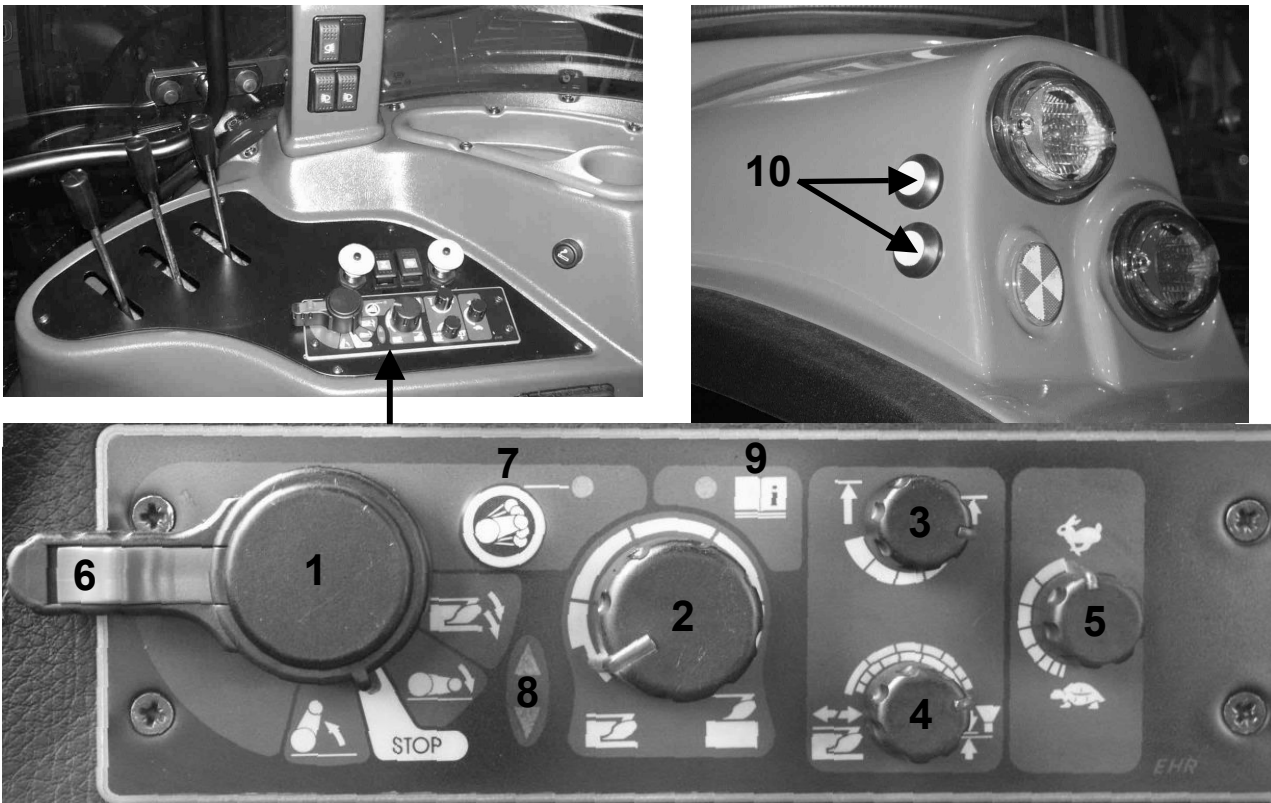

Abb.E-19 Die Bedienungstafel des elektrohydraulischen Systems EHR.
Steuerung des elektrohydraulischen Systems der hinteren Anhängervorrichtung erfolgt aus der Bedienungstafel (**Abb.E-19**) links beim Bedienerstisch als auch mit zusätzlichen Druckknöpfen für Hochheben und Absenken der unteren Zugstangen an beiden hinteren Kotfügeln des Schleppers (**Abb.E-19, Pos. 10**) (sie werden während Ankopplung der Ackermaschinen verwendet).
- Mit dem Knopf **4** (**Abb.E-19**) die Regulierungsmethode wählen (Lage, Kraft, gemischt), abhängig von der Arbeitsart;
Es ist verboten mit dem Schlepper zu arbeiten, wenn die hydraulische Pumpe beschädigt ist, d.h. wenn die Lampe 8 (Abb.E-19) löscht nicht nach dem Hochheben des Werkzeuges.
- den Hebel **1** (**Abb.E-19**) in die Position „Hochheben“ versetzen (in diesem Moment das Werkzeug geht in die oberste Lage) und mit dem Knopf **6** das Werkzeug in der Transportlage sperren;
- 1. Die Schwingungsdämpfung arbeitet nur wenn der Hebel 1 (Abb.E-19) in der Lage „hochheben“ ist und wenn das Werkzeug mit dem Druckknopf 6 in der Transportlage gesperrt wird.**